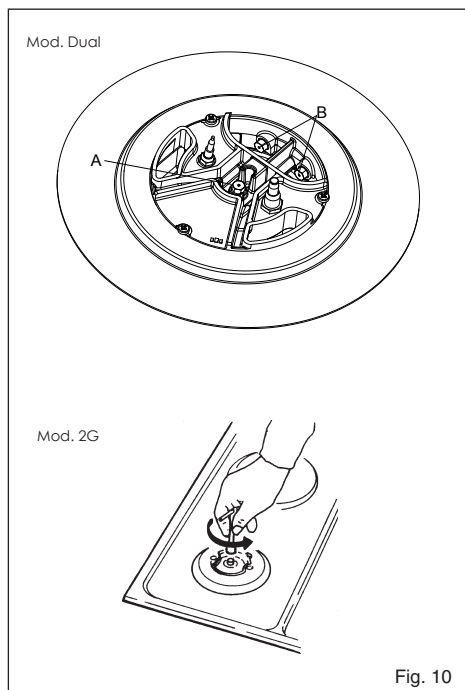

Fig. 10
Adattamento a diverso tipo di gas (Fig. 10)
- alla sostituzione degli iniettori (fig. 10) con i corrispondenti al tipo di gas da utilizzare (vedi tabella Caratteristiche utilizzatori);